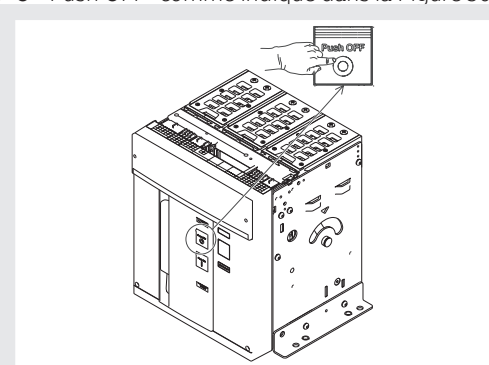

Figure 30
6. Fermeture - Appuyer sur le bouton d'ouverture "O - Push OFF" comme indiqué dans la Figure 30.